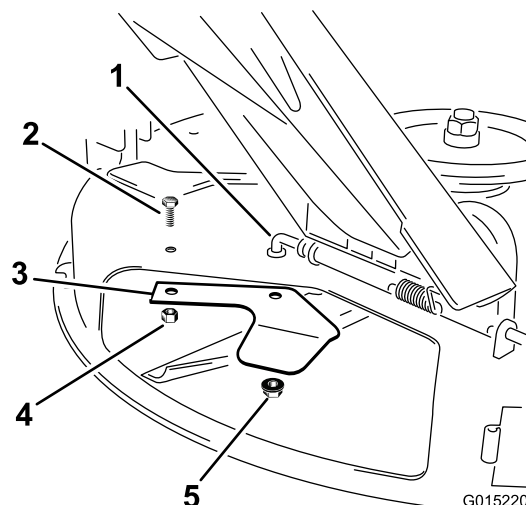

Figura 1
4. Retire las contratuercas y el perno que sujetan la chapa deflectora a la parte inferior de la carcasa (Figura 1). Guarde todas las piezas y fijaciones.
5. Introduzca la mano en el orificio de descarga, retire la placa deflectora y guarde la placa y el perno largo para su uso futuro. Guarde la contratuerca para usarla en el paso siguiente (Figura 1).